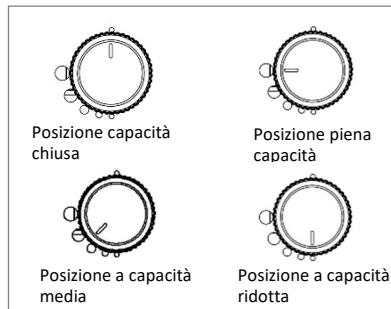

Figura 2 - Regolazione della leva di comando
5. Regolare poi a piacimento l'altezza della fiamma girando la o le leve di comando a piena capacità (cerchio grande) o a capacità ridotta (cerchio piccolo) (Vedere Figura 2)